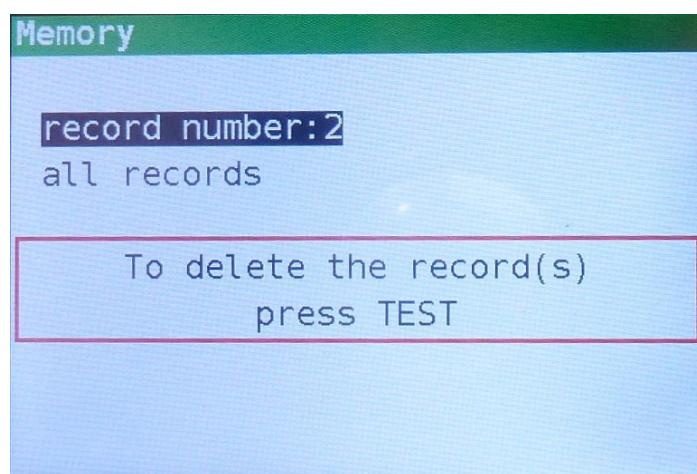

Abbildung 8.8: Löschbildschirm
Schritt 3 Drücken Sie die RECHTS-Taste, der folgende Bildschirm wird angezeigt (Abbildung 8.8).